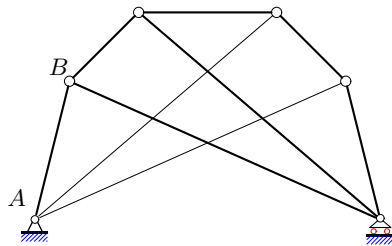

Рис. 4
**ЗАМЕЧАНИЕ 1.** Существуют фермы1, у которых к каждому узлу присоединены более двух стержней. Например, на рис. 4 изображена конструкция (сетчатая ферма В.Г.Шухова), к каждому узлу которой подходит по три стержня. Диагональные стержни расположены в разных плоскостях и не пересекаются.